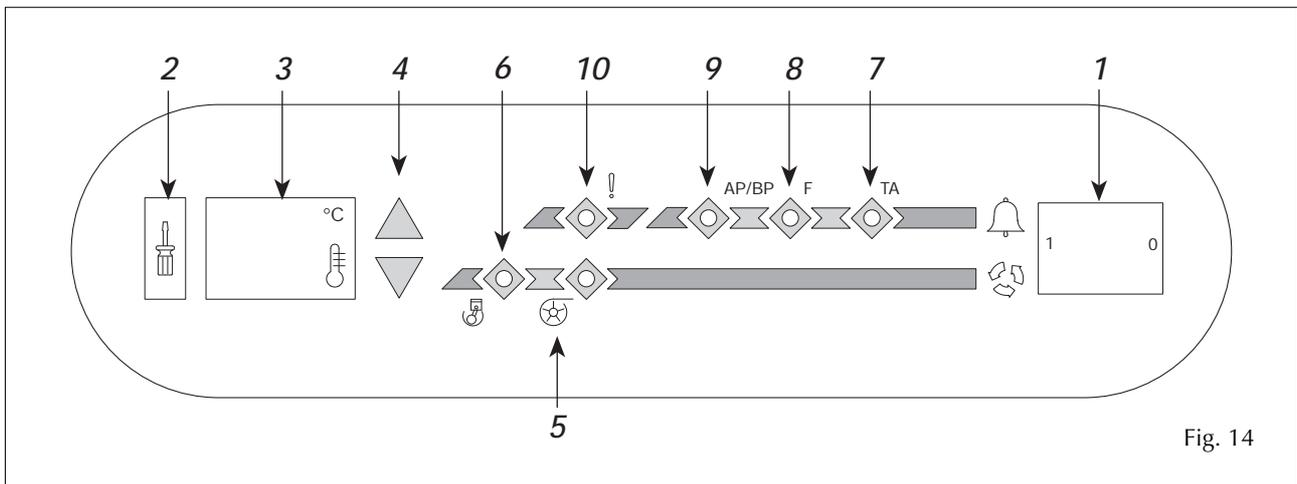

Fig. 14
Dopo circa 30 secondi dall'accensione, entra in funzione la pompa di circolazione (segnalata dall'accensione del led di colore verde (5) di fig. 14 sul pannello comandi del modulo ID); dopo circa 3 minuti si avvia il compressore e l'apparecchio inizia a produrre acqua refrigerata (si accende il led (6)). Il compressore si avvia se la temperatura dell'acqua di ritorno è inferiore a 40 °C.
- accendere il modulo ID tramite l'interruttore (1) del pannello comandi (fig. 14, posizione I).
*After about 30 seconds the water pump starts (signalled by the lighting up of the green LED (5) of fig. 14 on the ID module's control panel). After about 3 minutes the compressor starts and the appliance begins to produce chilled water (LED (6) lights up). The compressor only starts up if the return water temperature is below 40°C.*
*The appliance will continue to operate until the temperature of the water returning from the plant, shown on display, reaches the set temperature (this is shown on display (3) when button (2) is pressed), after which the compressor will stop and restart when the return water temperature increases by 2°C.*
- turn on the ID module by the switch (1) on the control panel (fig. 14, set to I).
- verificare che il modulo ID sia spento (interruttore 1 di fig. 14 in posizione "zero");
- tenere premuto il pulsante (2) di fig. 14, contrassegnato con il "cacciavite"; sul display viene visualizzata la temperatura impostata in precedenza;
- impostare la temperatura dell'acqua di ritorno per mezzo dei tasti (4). Usare il tasto superiore per aumentare la temperatura e quello inferiore per diminuirla;
- rilasciare il pulsante (2).
In fig. 14 è riportato il pannello comandi del modulo ID. Il pannello è dotato dei seguenti comandi e segnalazioni:
- *check that the ID module is turned off (switch 1 in fig. 14, set to "zero")*
- *keep button (2) pressed in fig. 14, marked with the "screwdriver" decal, the display shows the current temperature setting;*
- *set the return water temperature with the keys (4). Use the top key to increase the temperature and the bottom key to reduce it;*
- *release button (2).*
*Fig. 14 illustrates the ID module's control panel. The panel is fitted with the following controls and pilot lights:*
- *on/off switch (1). This also acts as the reset button in case of safety trips;*
- *button (2) to display or adjust the set operating temperature (set-point);*
- display (3) che visualizza la temperatura dell'acqua di ritorno dall'impianto o, in alternativa, quella di set-point;
- tasti (4) per la modifica della temperatura impostata;
- led verde (5) di indicazione del funzionamento della pompa di circolazione.